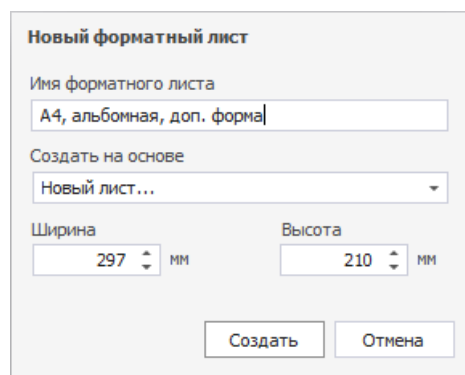

Рис. 61 Ввод имени нового шаблона
3. В окне «Новый форматный лист» в поле «Имя форматного листа» введите наименование для нового шаблона листа схемы, Рис. 61.